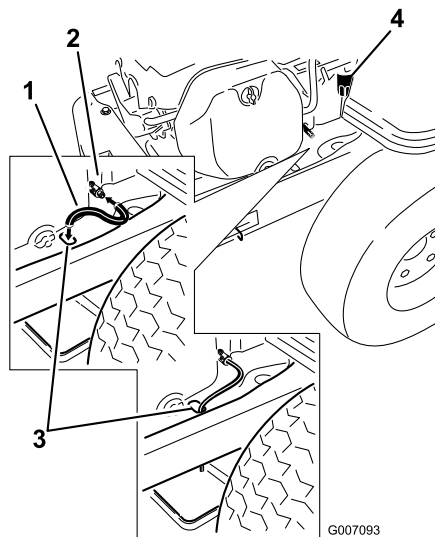

Figura 28
5. Limpie la zona alrededor de la válvula de vaciado del bastidor de la máquina. Localice el manguito de vaciado del aceite y deslícelo sobre la válvula de vaciado (Figura 28).
6. Pase el otro extremo del manguito de vaciado del aceite a través del orificio de vaciado del bastidor (Figura 28).